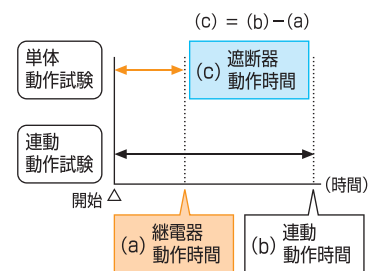

図5 単体動作時間試験と連動動作時間試験の関係
- ① 配線を切り離さないで結線誤りが発生しない。
- ② 遮断器動作時間の算定が正確でかつ容易に行える(図5)。
- ③ 結線作業の時間短縮が可能となる。
- ④ 2つの試験を同時に計測できるため試験時間の短縮が可能となる。